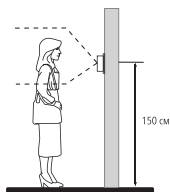

Рис. 2 Рекомендуемая высота установки
2. Производите установку в соответствии с иллюстрациями на рис. 2 и 3.